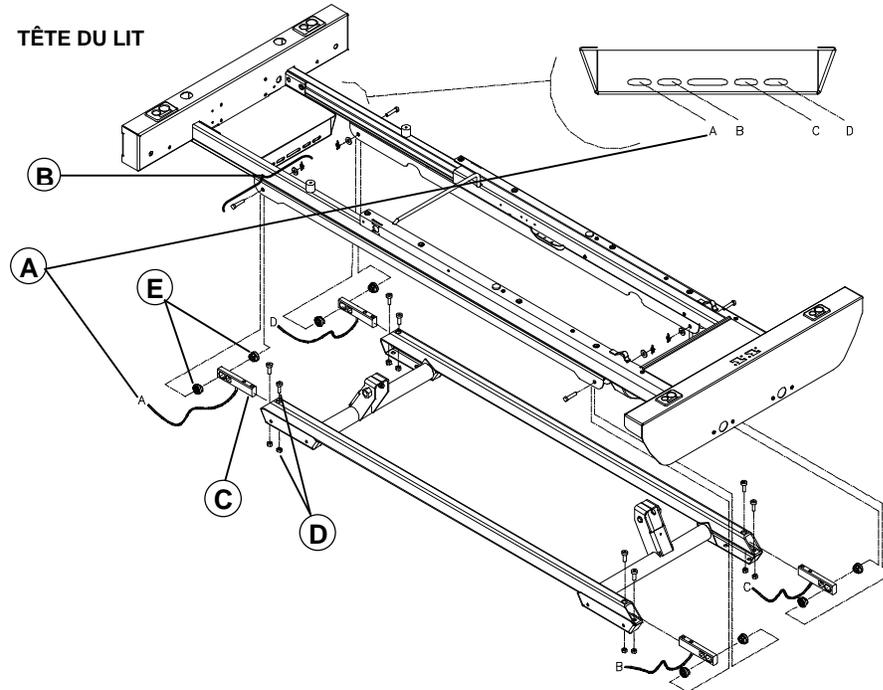

Figure 4.8
2. Assurez-vous que les câbles des cellules de charge sont branchés correctement à la carte électronique de la balance (voir la figure 4.8 pour la position de branchement des cellules).
3. Déconnectez le câble (A) de la cellule de charge de la carte électronique de la balance (voir la figure 4.8 ci-haut pour identifier le câble à déconnecter).
4. Abaissez le lit sur les chandelles jusqu'à ce que l'axe de chape (B) retenant les deux parties du châssis soit libre de toute tension et facile à enlever.
5. À l'aide de pince à bec effilé, retirez la goupille à fermeture enroulante/la rondelle/l'axe de chape (B).
6. Continuez à baisser le lit jusqu'à ce que la cellule de charge (C) à remplacer soit facilement accessible.
7. À l'aide d'une clé Allen 5/16" et d'une clé 1/2", retirez les deux boulons/les écrous bloquants (D) retenant la cellule de charge au châssis du lit.
8. Retirez la cellule défectueuse. Inspectez l'état des manchons élastomères (E) afin de vérifier que le rond interne n'est pas devenu elliptique. Remplacez au besoin.